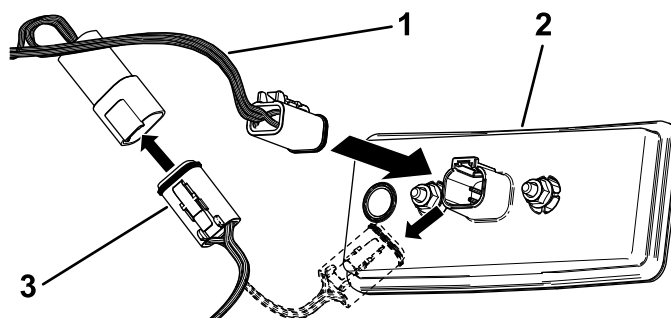

Рисунок 3
6. Отсоедините жгут проводов комплекта стоп-сигналов и указателей поворота от левого заднего фонаря и вставьте разъем левого заднего фонаря из данного комплекта (Рисунок 3).
7. С помощью другого разъема жгута проводов из данного комплекта подключите его к жгуту проводов Комплекта стоп-сигналов и указателей поворота, который вы только что отсоединили (Рисунок 3).